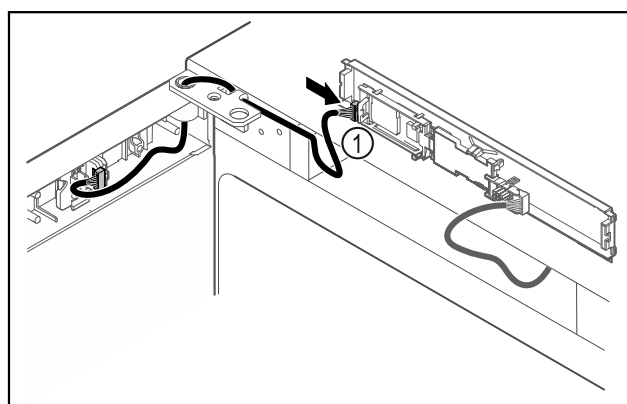

Fig. 41
- Piespraudiet spraudni Fig. 41 (1) pie shēmas plates.